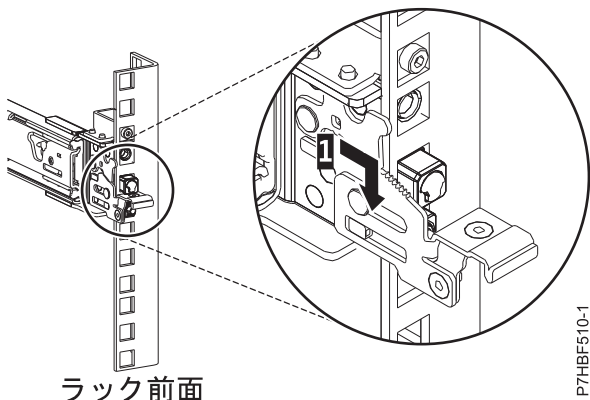

図 5. ラックの前面レールに取り付けられたピン
6. スライド・レールを前方に引き、レール前部の 3 つのピンを、事前にマークを付けた、選択済みの EIA 単位の穴に挿入します。スライド・レールを下方に下げて (1)、中央のピンのフック機構を噛み合わせます。詳しくは、図 5 を参照してください。